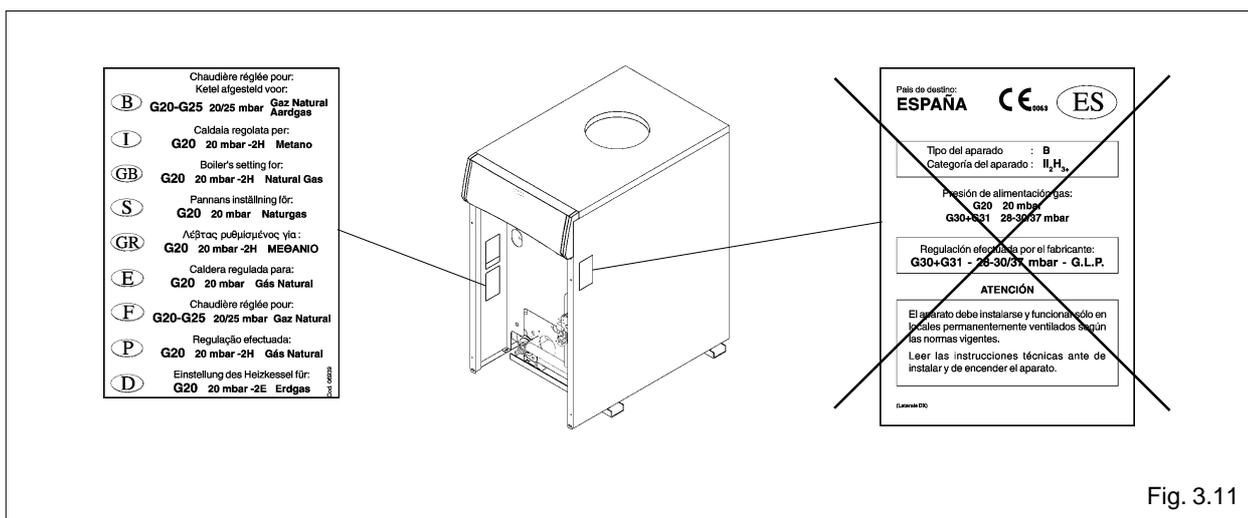

Fig. 3.11
- Quitar las etiquetas para GPL (G30/G31) presentes en el exterior y en el interior del revestimiento (fig. 3.11).